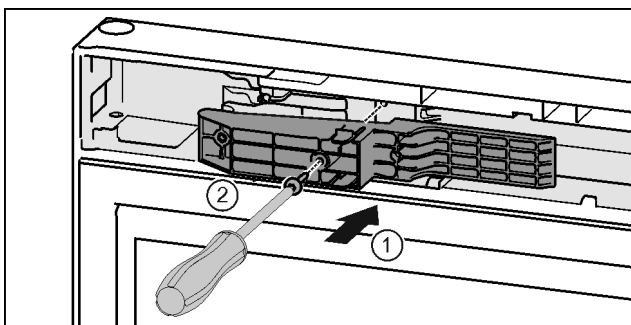

Fig. 47*
- ▶ Adaptér na straně rukojeti vložte do výklenku.* Fig. 47 (1)
- ▶ Šroubovákem T15 pevně utáhněte šrouby.* Fig. 47 (2)